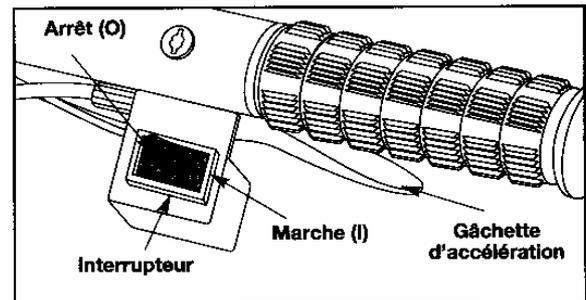

Fig. 15
2. Mettez l'interrupteur en position Marche [I] (Fig. 15).
NOTE : Il n'est pas nécessaire d'utiliser le starter pour démarrer un moteur chaud. Mettez l'interrupteur en position Marche [I] (Fig. 15) et démarrez en position intermédiaire (B) (Fig. 16).
2. Mettez l'interrupteur en position Arrêt [O] (Fig. 15).